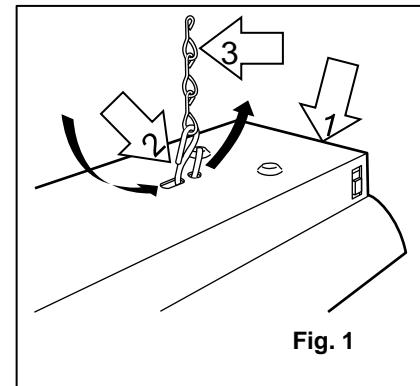

Fig. 1
1. Coloque el bucle pequeño de cada **gancho "S"** (2) al final de cada **cadena de soporte** (3). Inserte el bucle grande de cada **gancho "S"** (2) a través de los agujeros provistos en cada **extremo del canal** (1). Cierre ambos extremos de cada **gancho "S"** (2) con unos alicates. (Fig. 1)
2. Seleccione el lugar de instalación deseado. Asegúrese de que un enchufe estándar de 120 V - 60 Hz este al alcance del cable de alimentación del aparato. Instale dos ganchos (no incluido) en la ubicación deseada del techo. Asegúrese de que los ganchos del techo no se instalen mas lejos que la longitud de la lámpara. Instale el aparato en el techo haciendo un bucle en los extremos restantes de cada cadena (3) a cada gancho del techo instalado.